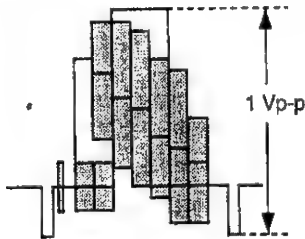

图 5—4
3. 让 E—E 信号的振幅达到如图 5—4 所示的 1.1 V_{p-p} 的规定要求。